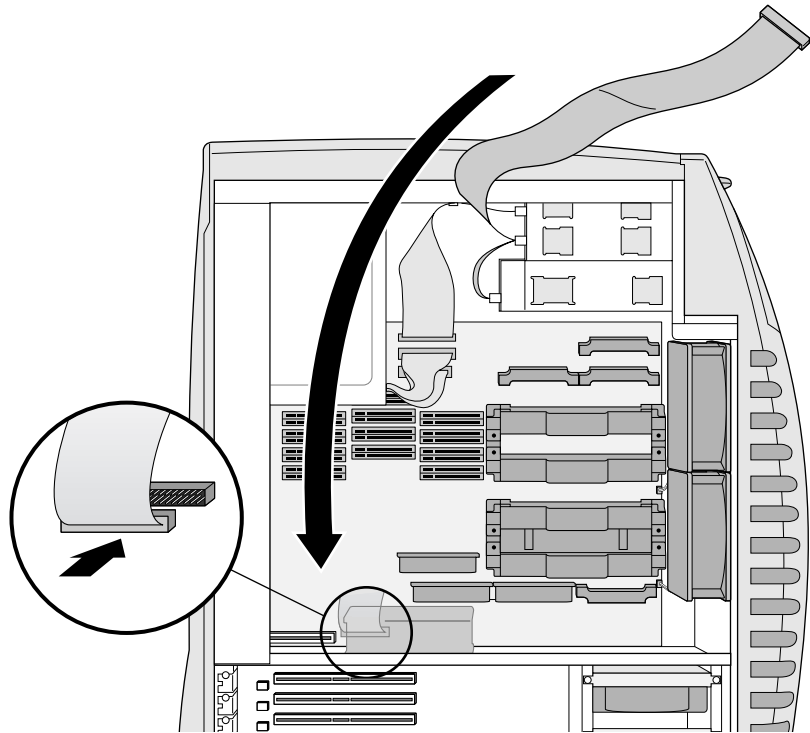

Figure 3-6 Connexion du câble IDE
12. Reconnectez le câble IDE sur la carte mère. Le connecteur du câble est identifié par un repère de sorte qu'aucun doute ne persiste quant à son sens d'insertion. Placez le câble de sorte que la bande rouge (broche 1) soit sur le côté gauche (voir Figure 3-6). Lorsque vous remplacez le câble dans le système, respectez son orientation initiale afin d'assurer une bonne aération.